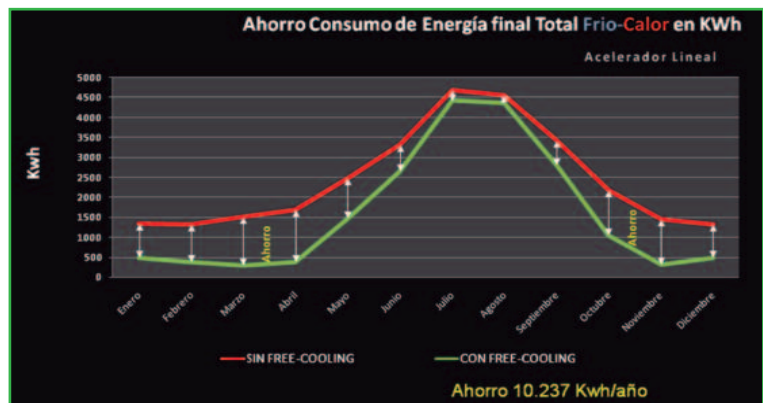

Figura 4.
**3.- Acelerador lineal (ALE) (figura 4):**